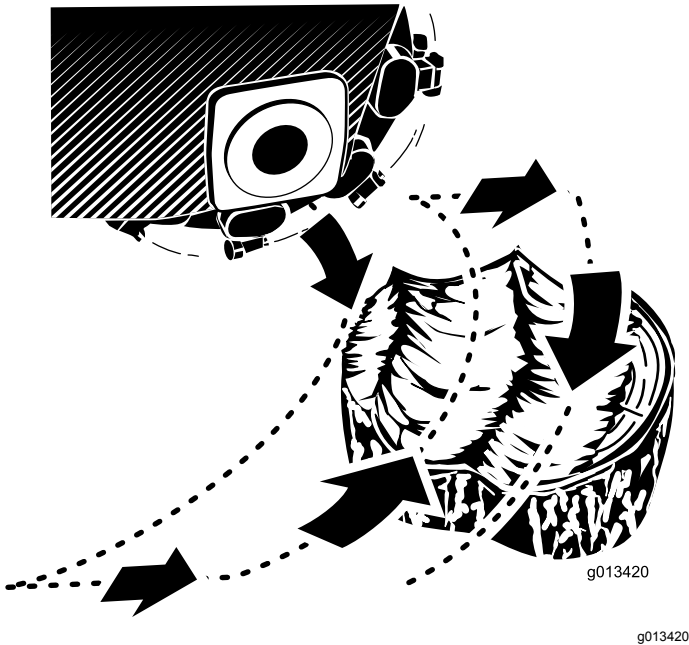

Bild 17
zu einer Seite an der Vorderseite des Baumstumpfs, ca. 2,5 cm unter der Oberfläche (Bild 17).
4. Pendeln Sie die Fräse langsam mit dem Fräsensteuerhebel über die Oberfläche des Baumstumpfs und schneiden Sie Splitter ab (Bild 17).
5. Bewegen Sie die Maschine ein paar Zentimeter nach vorne und wiederholen Sie Schritt 4 (Bild 17).
6. Wiederholen Sie die Schritte 4 bis 5, bis Sie die ganze Oberfläche des Baumstumpfs abgefräst haben (Bild 17).